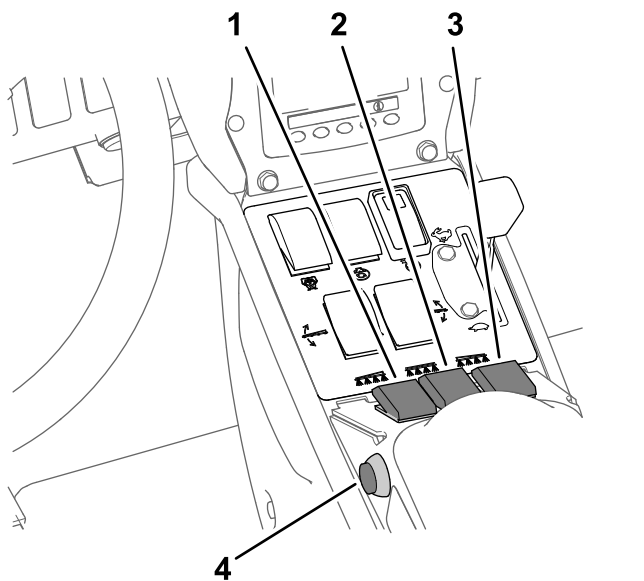

Рисунок 44
- Установите переключатель (переключатели) секций опрыскивания в положение Вкл. (Рисунок 44).
- Начните движение на машине с требуемой скоростью, а затем установите главный переключатель секций в положение Вкл., чтобы начать опрыскивание (Рисунок 44).
3. Установите главный переключатель секций в положение Выкл.; см. Рисунок 44 в разделе Опрыскивание в режиме заданной нормы внесения (страница 43).
7. Устанавливайте переключатели секций по мере необходимости в положения Вкл.; см. Рисунок 44 в разделе Опрыскивание в режиме заданной нормы внесения (страница 43).
9. Начните движение на машине с требуемой скоростью, а затем установите главный переключатель секций в положение Вкл., чтобы начать опрыскивание. Рисунок 44 Опрыскивание в режиме заданной нормы внесения (страница 43)